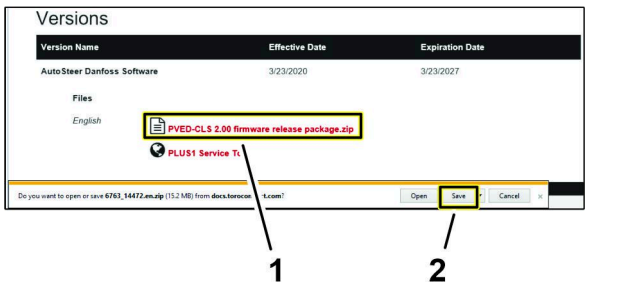

Figure 17
5. Sur la page Informations sur les documents, cliquez sur le lien hypertexte PVED-CLS 2.00 firmware release package.zip (Figure 17).
6. Cliquez sur le bouton Sauvegarder (Figure 17).